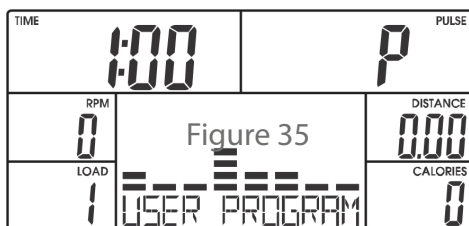

Figure 27
2. Sélectionner le mode WATT à l'aide des touches +/- et validez en appuyant sur la touche MODE (voir fig. 27).